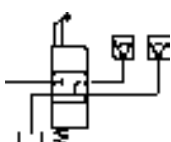

图 17.8.50 插入块 (五)
(8) 插入块。选择下拉菜单 **插入(I)** → **块(B)...** 命令, 系统弹出“插入”对话框; 在 **名称(N)** 的下拉列表中选择“块 2”, 输入旋转角度值 180.0 后, 单击 **确定** 按钮; 在图中所示的位置单击, 结果如图 17.8.50 所示。